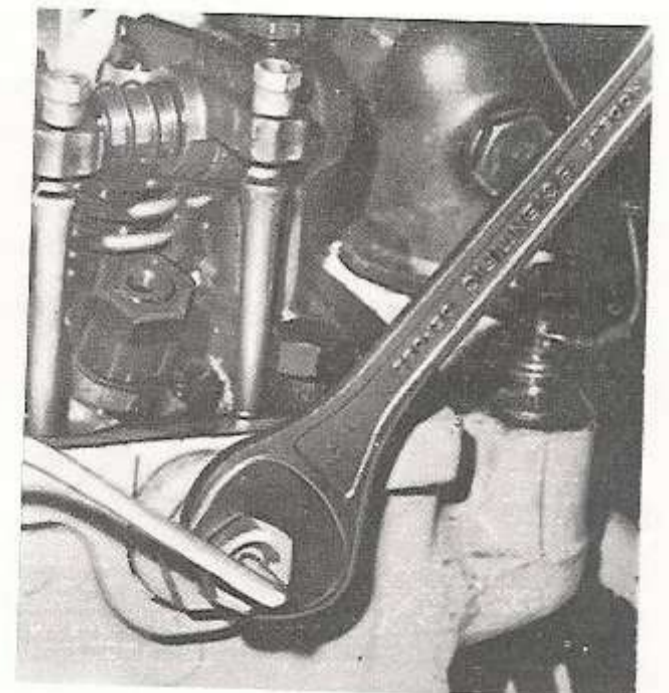

fig 3
- d) Déposer la tuyauterie d'injecteur (fig. 3).